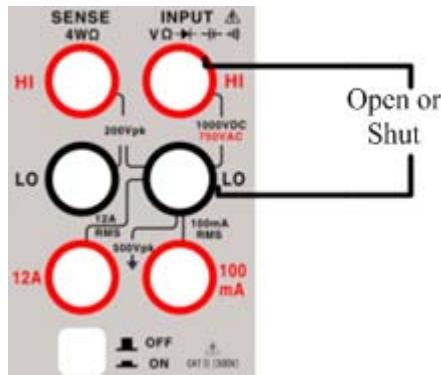

图 2.6.4 通断测量端子连接
2、按图 2.6.4 所示，将红色和黑色测试引线连接到各自的输入端子。